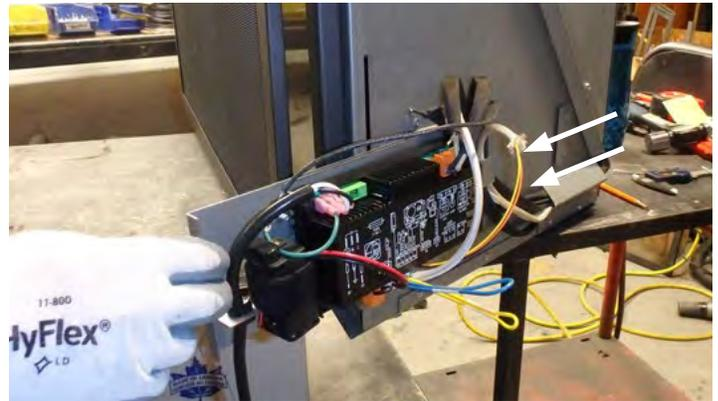

Figure 20.6.01:
4. Glissez le panneau de contrôle vers l'extérieur. N'étirez pas trop les fils. Voir la **Figure 20.6.01**.